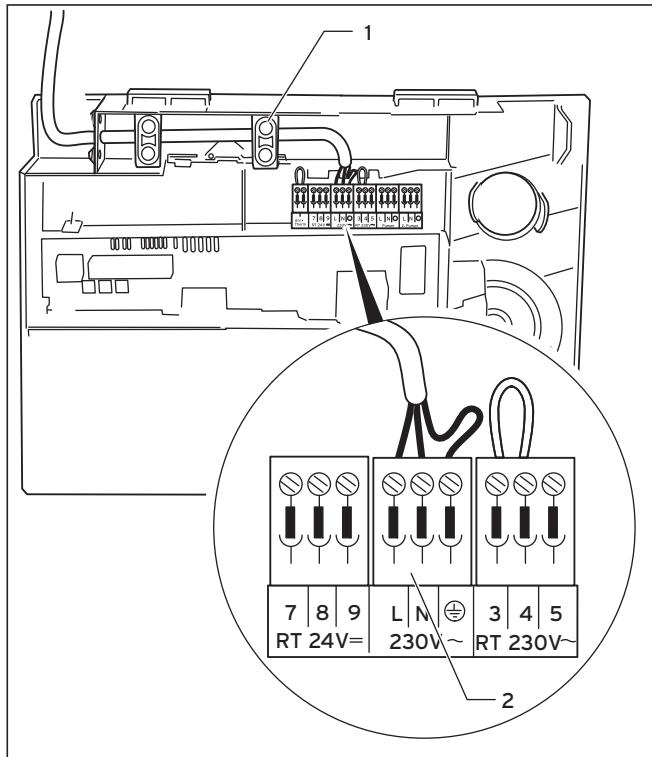

Abb. 5.6 Anschluss der Netzanschlussleitung
- Sichern Sie die Leitungen mit den Zugentlastungen (1, Abb. 5.6).
- Verlegen Sie die Netzanschlussleitung zur Anschlussebene im Schaltkasten wie in Abbildung 5.6 gezeigt.
- Sichern Sie die Leitungen mit der Zugentlastung (1).
- Klemmen Sie die Netzanschlussleitung an den dafür vorgesehenen Klemmen \oplus , N und L des System ProE an (2).
- Sichern Sie die Leitungen mit der Zugentlastung (1, Abb. 5.6)